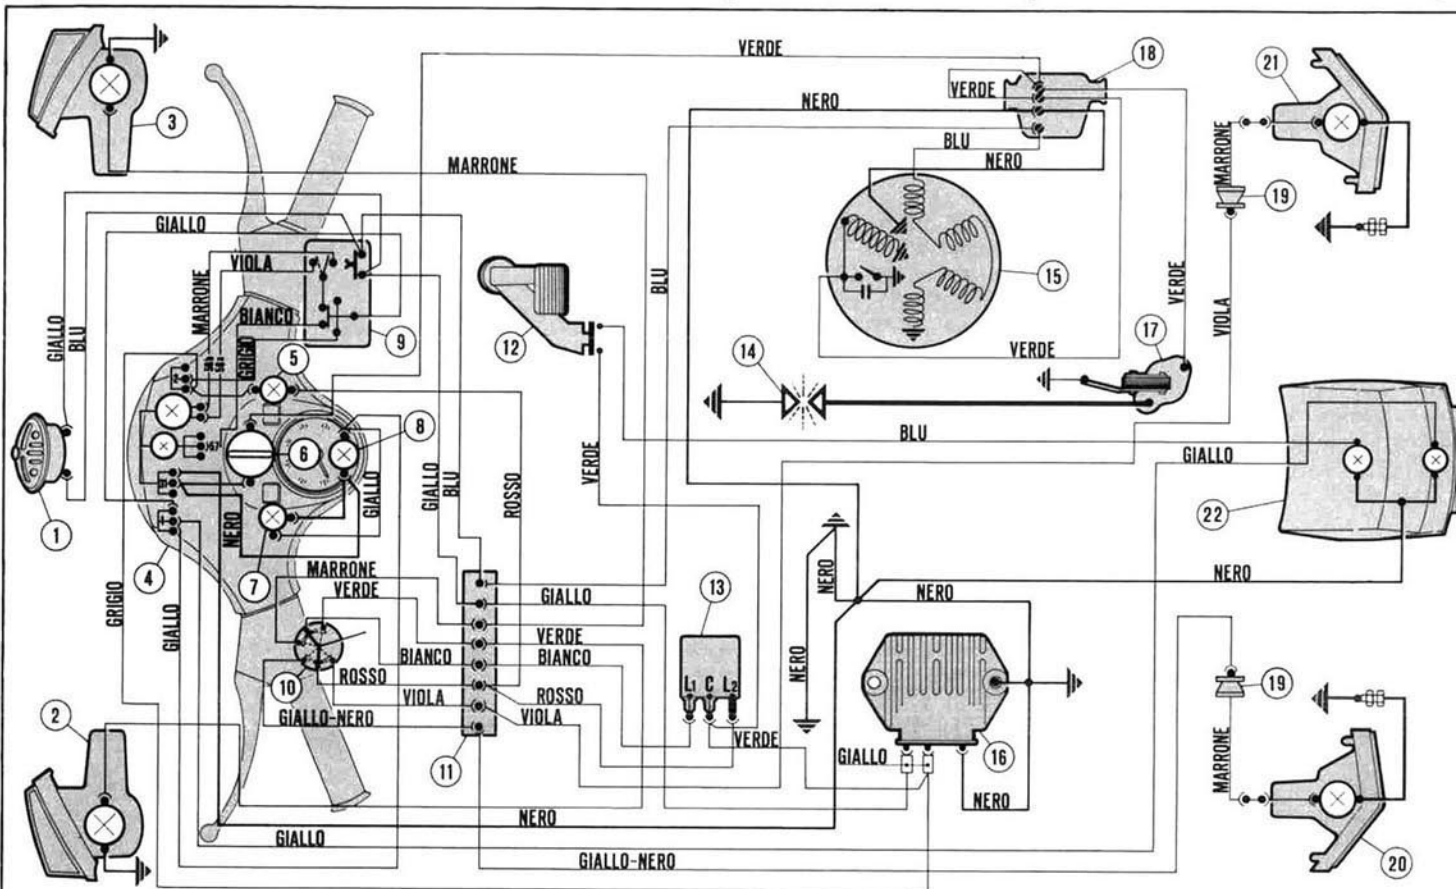

Fig. 18
magneto alternator-electronic regulator) consists of an immediate delivery of the nominal voltage of 12 V, starting from slow running of the engine; all that improves the lighting specifications. The electrical diagrams are shown in figs. 18 and 19.
Para los esquemas eléctricos ver fig. 18 y 19.
D) The couple of the turn signals in position on is not operating: check all the connections concerning the turn signal units, especially those ones of the contact board indicated with No. 11 in fig. 18 and 19 located on the front shield under the steering column cover.
D) Falta del funcionamiento de la pareja de intermitentes conectados: verificar todas las conexiones que hacen parte de los intermitentes; especialmente aquellas de la base porta contactos, indicada con el n. 11 en las fig. 18 y 19, instalada sobre el escudo bajo el cubre-dirección. Para obrar sobre la antedicha base es necesario quitar el cubre-dirección actuando sobre los 4 tornillos de sujeción - 2 superiores (accesibles mediante el desmontaje del letrero « PIAGGIO »), y 2 inferiores -, desde el interior de la maleta.